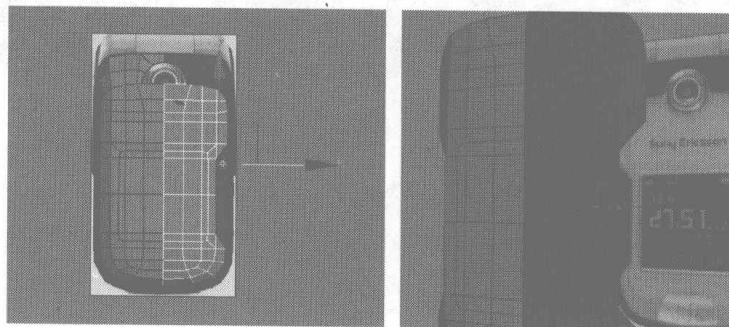
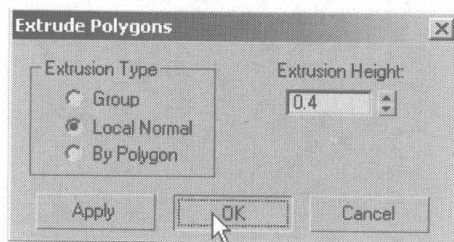

图 4.75
图 4.76
- 26** 将如图 4.75 左图所示的物体隐藏, 再选择机盖右图所示的物体, 在 Edit Polygons 卷展栏中单击 **Extrude** 右侧的小按钮, 在弹出的对话框中设置挤压参数, 如图 4.76 所示。